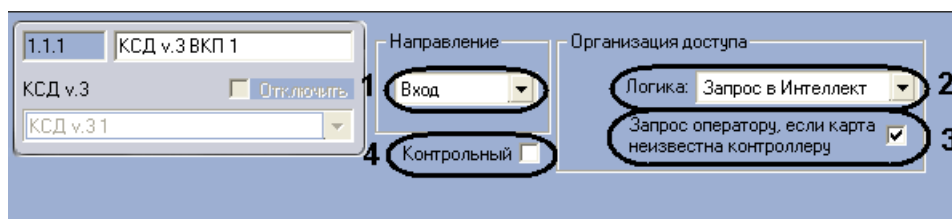

Рис. 3.2—18 Настройка считывателей КСД
1. Выбрать направление работы считывателя (на вход или выход из охранной зоны) из соответствующего списка (Рис. 3.2—18, 1).
2. Настроить логику работы считывателя (см. Рис. 3.2—18, 2): принимать решение о доступе, ориентируясь на пользователей в контроллере (пункт **Автономный режим**), принимать решение о доступе, ориентируясь на пользователей в ПК *ACFA Intellect* (пункт **Запрос в Интеллект**) или отправлять запрос оператору (пункт **Запрос оператору**, только для программного модуля *Фотоидентификация*).
3. Если требуется направлять запрос оператору при поднесении неизвестной карты, установить соответствующий флажок (см. Рис. 3.2—18, 3, при использовании логики
4. Если установить флажок **Контрольный**, то при поднесении неизвестной карты к ВКП, будет генерироваться контрольное событие на КСД (см. Рис. 3.2—18, 4). Если при этом данный ВКП выбран контрольным считывателем в модуле *Служба пропускного режима*, то код карты автоматически отобразится в соответствующем поле открытого пользователя без назначенной карты.